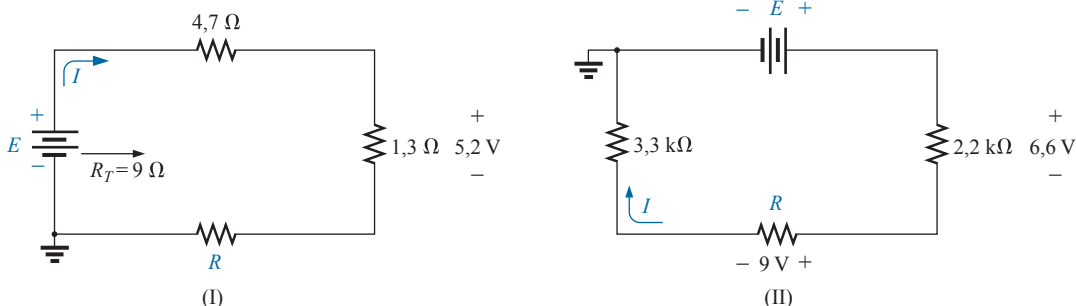

Figura 5.95 Problema 11.
11. Para cada circuito na Figura 5.95, construída de valores-padrão, determine: